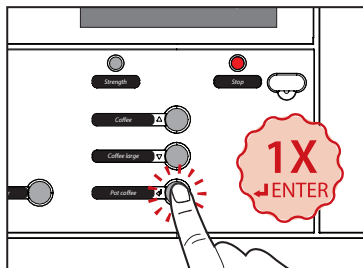

Bild 6
5. Tryck på **ENTER** för att fortsätta rengöringsrutinen (se bild 6).